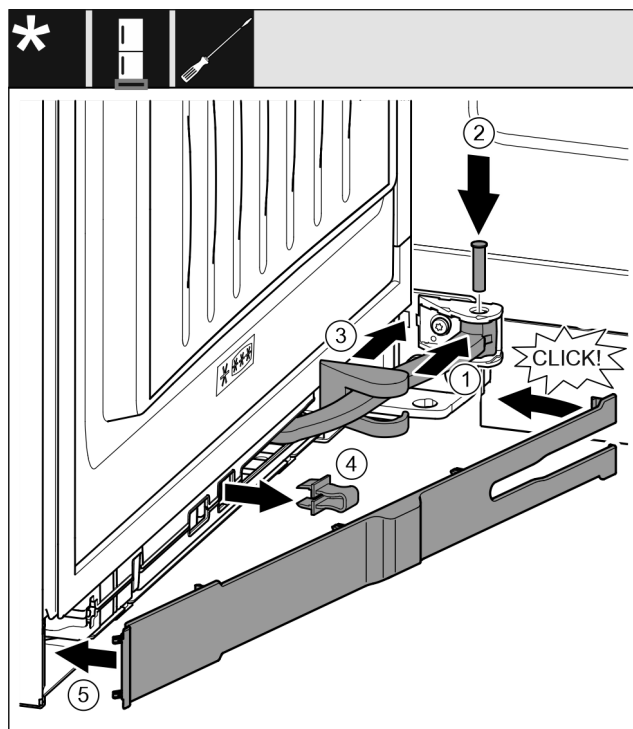

Fig. 69
- Pagrieziet šarnīru Fig. 69 (1) viru mehānismā.
- Ievietojiet tapu Fig. 69 (2) ar skrūvgriezi viru mehānismā un šarnīrā. Uzmaniet, lai fiksācijas izcilnis pareizi atrastos rievā.
- Bīdiet gultņa balsta pārsegu Fig. 69 (3) gar šarnīru un uzstādiet virs viru mehānisma.
- Noņemiet aizturi Fig. 69 (4).
- Pielieciet aizsegu Fig. 69 (5) no roktura puses un pievirziet.